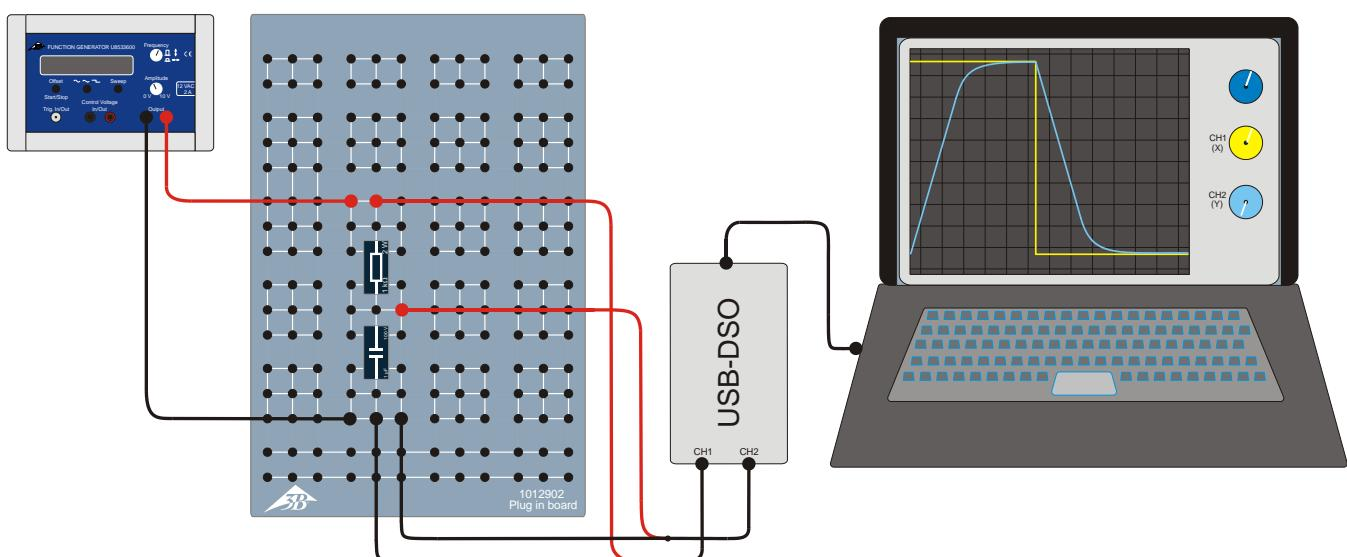

Fig. 2: Esquema da disposição de medição.
- Montar disposição de medição conforme Fig. 2.
- Conectar o resistor de 1 k Ω e capacitor de 1 μF , conforme mostrado nas Fig. 2 e 3 na placa de encaixe.